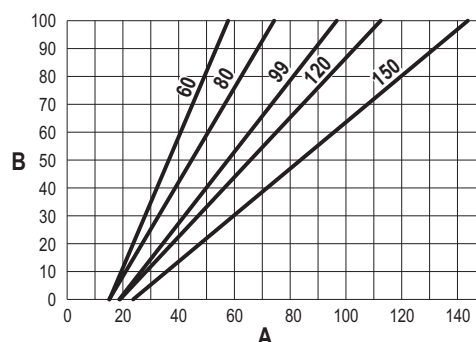

рис. 81
- Используйте **контекстные клавиши 1 и 2** для увеличения или уменьшения теплопроизводительности (минимальная = 00, максимальная = 100). См. диаграмму "Регулировка теплопроизводительности" (рис. 81).